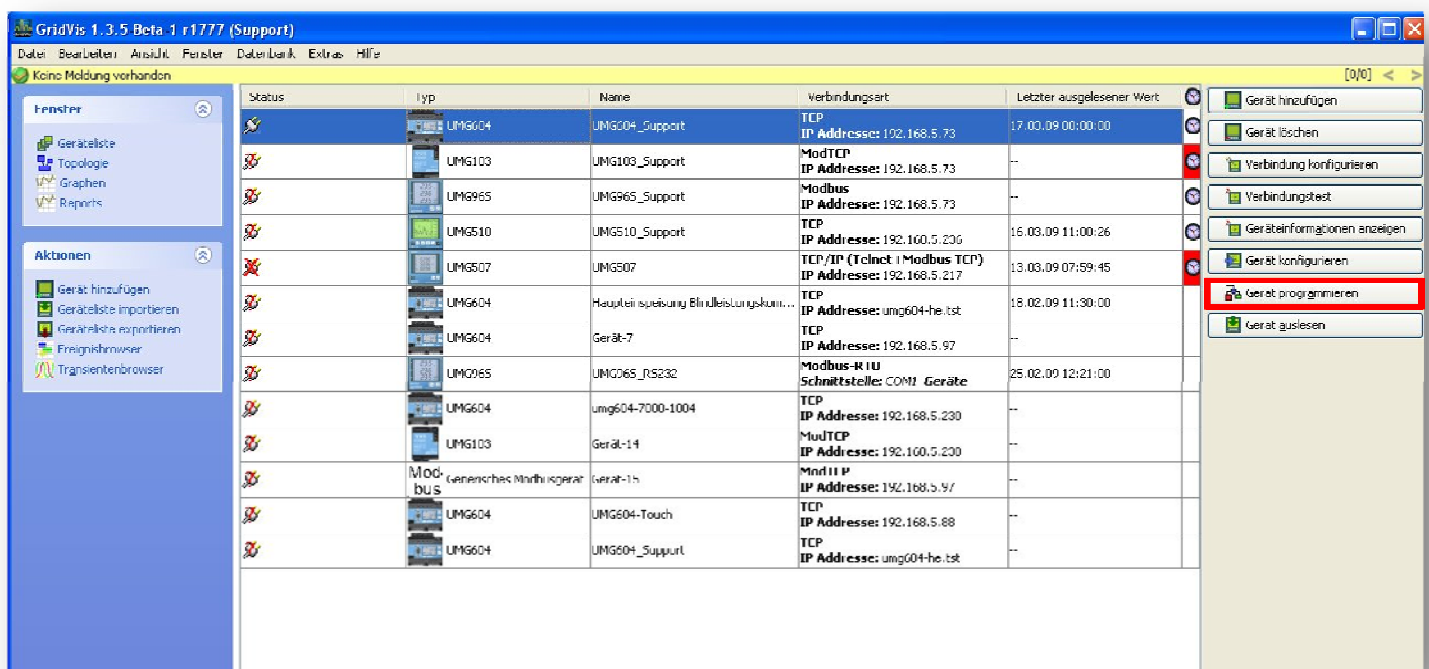

Abbildung 1
- Rechte Auswahlleiste „Gerät programmieren“ (siehe Abbildung1)